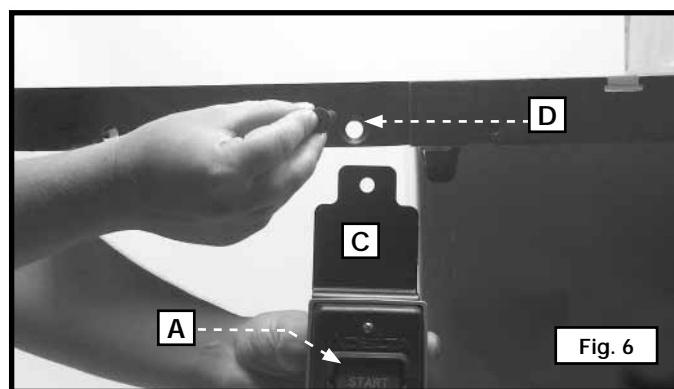

Fig. 6
Assembler le support de l'interrupteur à commande basse tension (C) fig. 6 (retiré plus tôt) à l'intérieur du trou (D) au bord avant gauche de la rallonge Utiliser également la quincaillerie qui a été retirée.